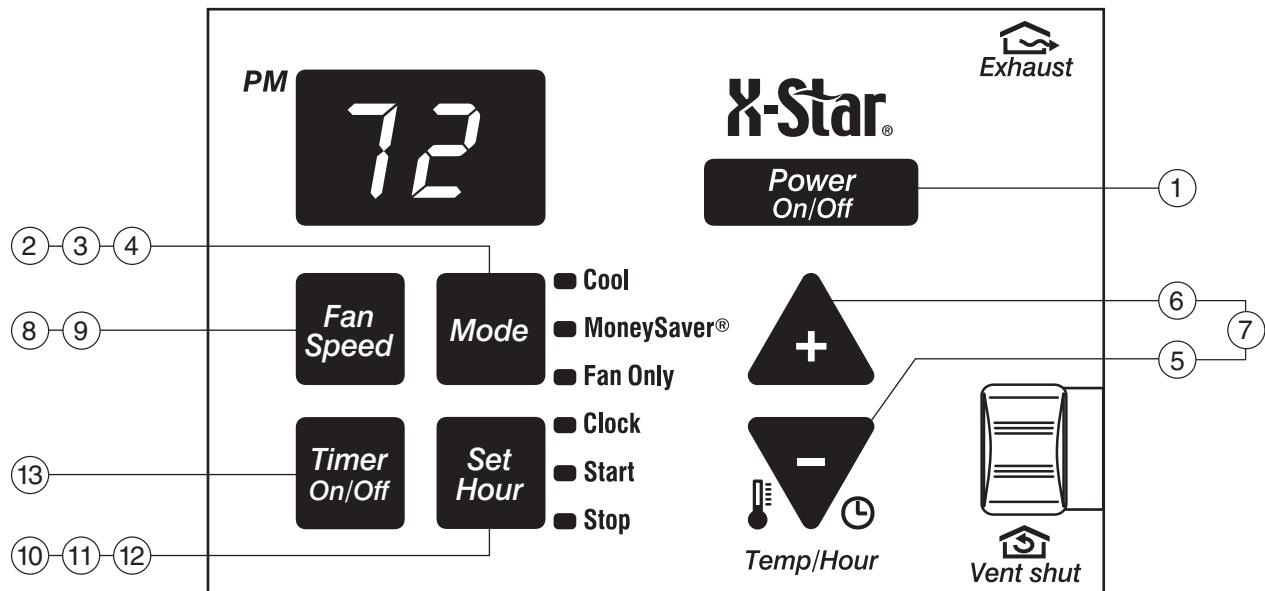

Figure 3
- ② **COOL** (refroidissement) - Appuyer sur la touche COOL pour passer automatiquement en mode de refroidissement.
- ③ **FAN ONLY** (ventilateur seulement) - Appuyer sur la touche FAN ONLY pour ne faire fonctionner que le ventilateur. Il est possible d'utiliser cette fonction avec la fonction air frais / évacuation (FRESH AIR/ EXHAUST) pour amener de l'air frais dans la pièce ou faire sortir de l'air vicié. La fonction de refoulement (EXHAUST) est située dans le coin supérieur droit du centre de commande électronique du climatiseur). Voir la page 22, Figure 3.
- ④ **MoneySaver®** (économie) - Appuyer sur la touche MoneySaver® pour activer la fonction MoneySaver®. MoneySaver® est une fonction qui fait fonctionner le ventilateur uniquement en même temps que le compresseur, pour éviter le fonctionnement continu du ventilateur.